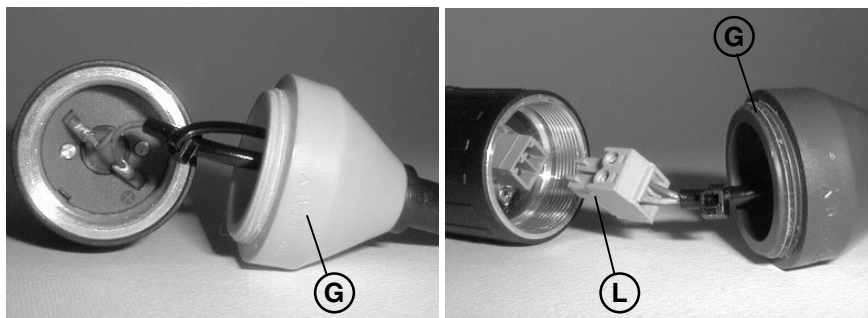

Fig. 6
- desenroscar el tapón trasero (G) visible en fig. 6, dejando libre el cable eléctrico a fin de evitar retorcimientos del mismo al abrir/cerrar el tapón;
- extraer el motor de su asiento después de haber desoldado los cables en los modelos 3000 y 5000, o bien, después de haber retirado el conector (L), tal como se observa en Fig. 6;